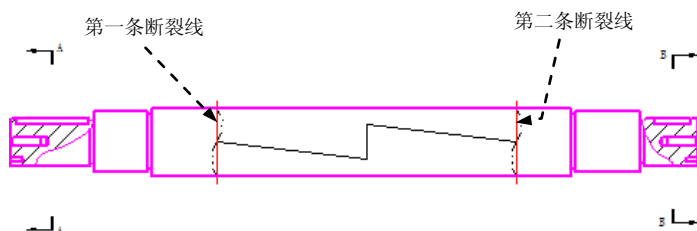

图 10.2.13 放置断裂线
(1) 选择命令。在主视图上右击，然后在系统弹出的菜单中选择 添加断裂线 命令，系统弹出“添加断裂线”命令条。
(2) 设置参数。在“添加断裂线”命令条断裂样式下拉列表中选择 **Phantom** 选项，然后单击“垂直截断”按钮 ，断裂线型下拉列表中选择 选项，在 断口: 文本框中输入 10。
(3) 移动鼠标指针图纸视图中会显示一条直线，它与光标一起在图纸视图区域内移动，在图 10.2.13 所示的位置分别放置第一条断裂线和第二条断裂线。